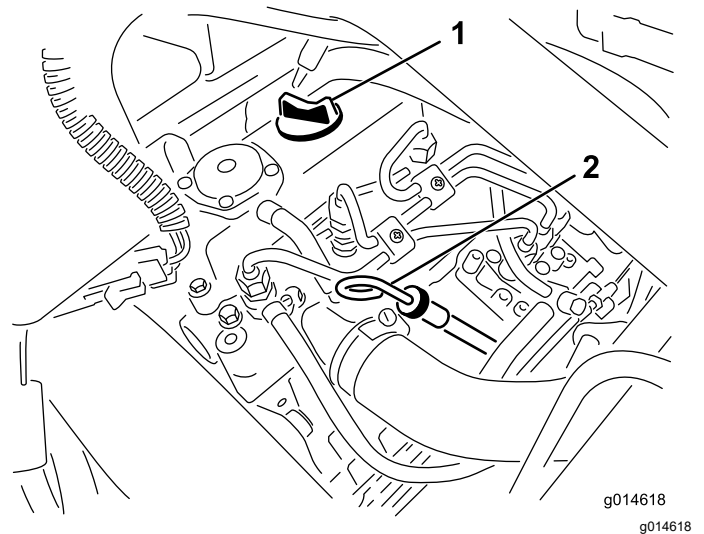

Figura 30
2. Retire la varilla y límpiela con un paño limpio (Figura 30).